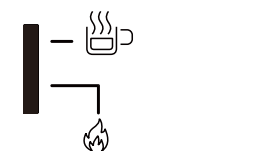

Imagen 2
2. Cuando la temperatura del agua caliente alcanza el valor establecido, la máquina entrará en el estado de aislamiento térmico, y el patrón de las luces de calentamiento es el de la Imagen 2.